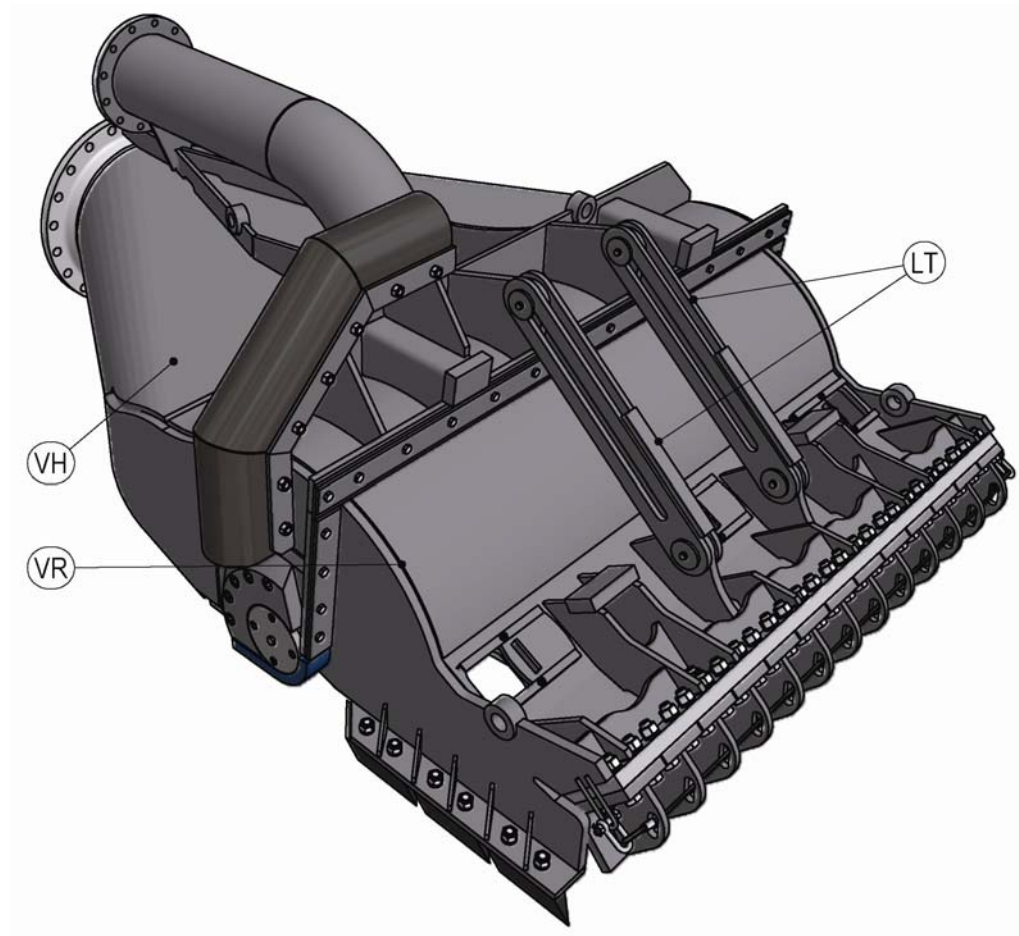

Figure 10 Remplacement de la visière
1. Vérifiez que la visière (VR) est en position (horizontale) inférieure (voir Figure 10).
2. Soutenez la visière (VR) par ex. à l'aide de cales de bois pour la bloquer dans cette position.